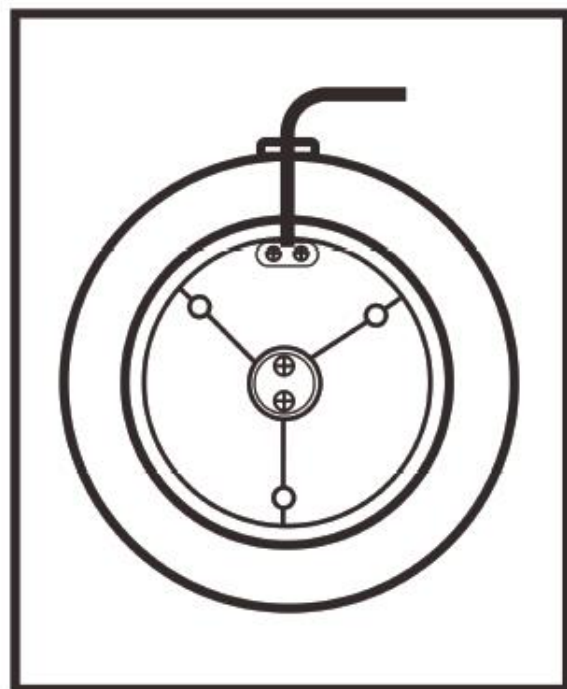

Fig. 2
- Plaats het deel van de standaard (9) dat geen connectoren heeft aan de gladde kant van de motor (2). Zorg ervoor dat het netsnoer (8) niet is dichtgeknepen (zie fig. 2).